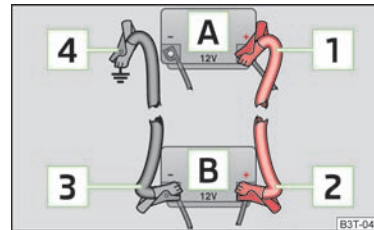

Abb. 181
- Ein Ende **1** » Abb. 181 am Pluspol der entladenen Batterie **A** befestigen.